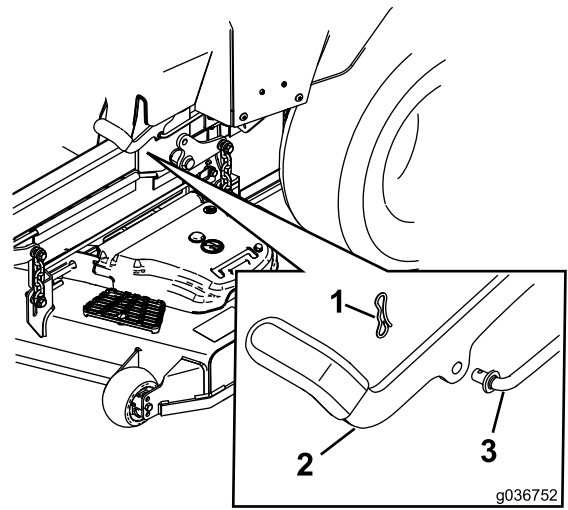

Figura 72
6. Si es necesario un ajuste, quite el freno de estacionamiento. Retire el pasador del eje del acoplamiento del freno (Figura 72).